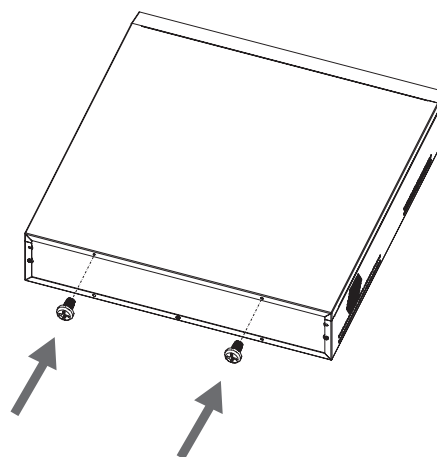

Рисунок 9
4) Закройте верхнюю часть корпуса крышкой (рисунок 8), закрепите ее винтами (рисунок 9).